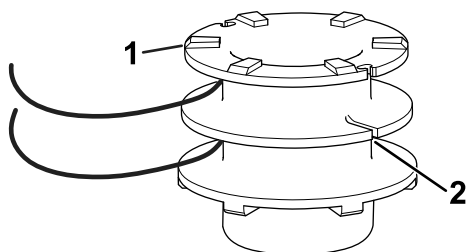

Figure 17
4. Insérez le fil dans la fente d'ancrage en haut de la bobine (Figure 17). Enroulez le fil sur la bobine dans la direction indiquée par les flèches sur la bobine.